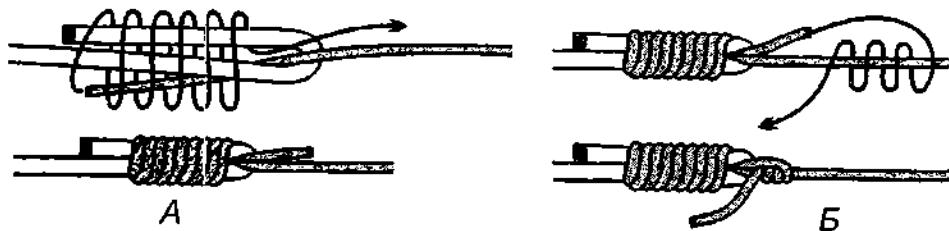

Рис. 823. Удочныи узел. Тонкая леска обносится вокруг толстой.
**Удочныи узел** является одним из самых надёжных узлов для соединения как монолесок, так и плетёноч различного диаметра или сделанных из разного материала (рис. 823). Если одна леска монифильная, а другая плетёнка и обе лески одинакового диаметра, то открытая петля формируется на шнуре и вокруг него оборачивается монолеска. Количество витков 8-12. Вместо открытой петли на леске можно завязать узел или какую-нибудь надёжную незатягивающуюся петлю. Чтобы оба конца смотрели в одну сторону, на коренном конце кладутся дополнительные 3-4 шлага (рис. 823 Б).